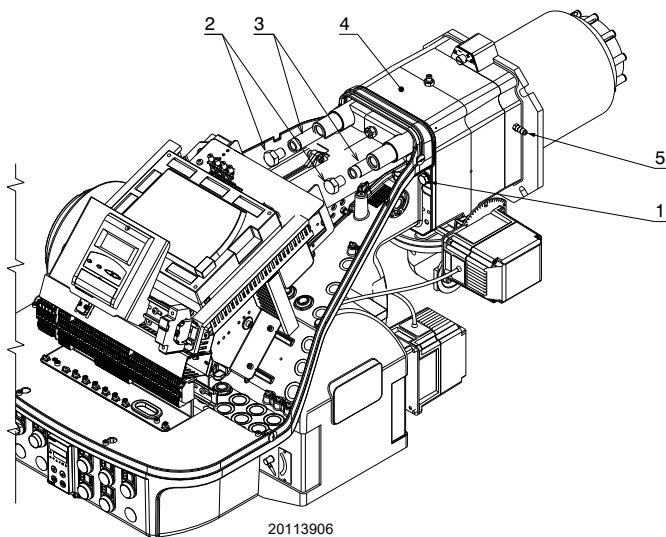

Fig. 21
- insérer les câbles de la sonde et de l'électrode, puis faire glisser le brûleur jusqu'au manchon ; le brûleur doit rester sur la position illustrée dans la Fig. 21 ;